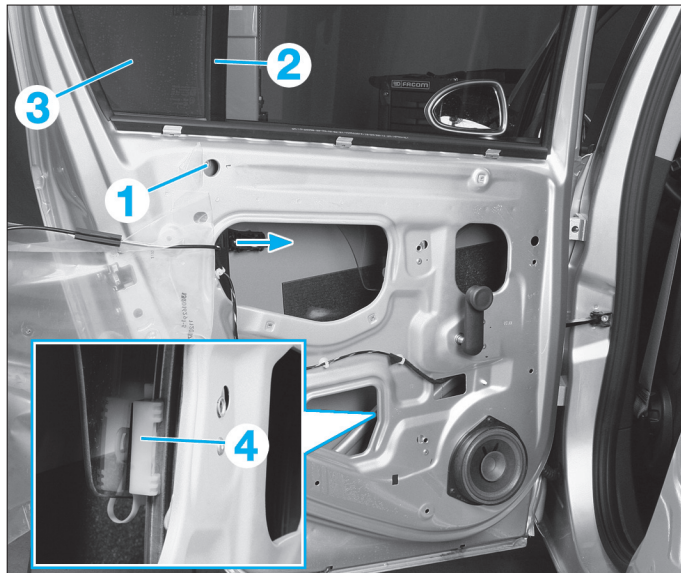

Fig. 43
- Déposer la vis (1) (Fig.43).
- Tirer le haut du rail de guidage (2) vers l'avant du véhicule.
- Déposer la vitre fixe (3).